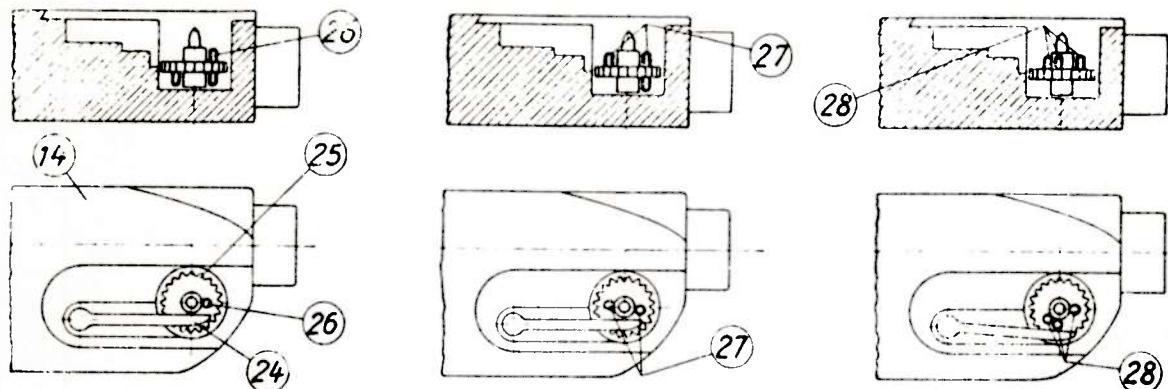

Fig. 73-75
Tannhjulet i tannhjulkammeret drives rundt av propellen. Derved sluttet og brytes strømmen i oljekontaktkammeret. Se fig. 57. Ved å vende tannhjulet kan en endre antall omdreininger pr. signal. Etter ønske kan en få signal for hver 10. eller 20. omdreining foruten dobbeltsignal for varsling av tilbakestrøm. Se fig. 73-75.
Hylsen (9) kan være forsynt med en en-gjenget eller fem-gjenget snekke. Se bemerkning til fig. 73-75.